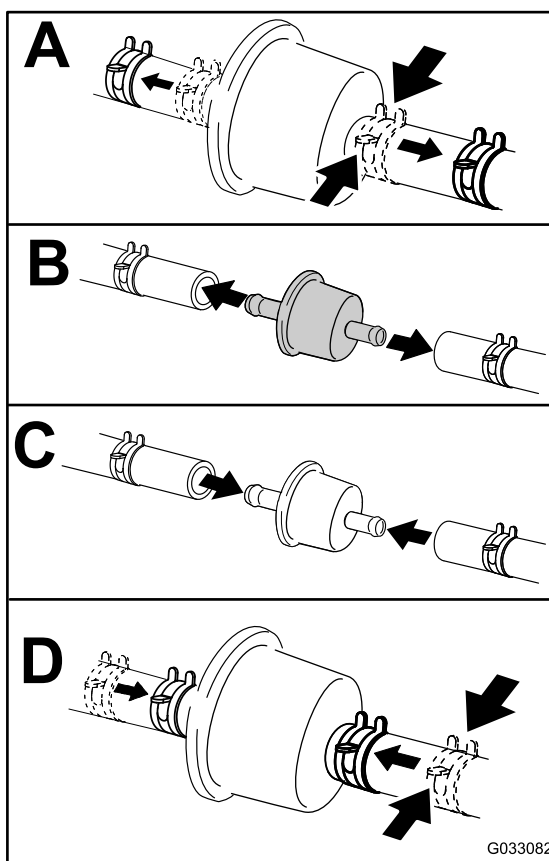

Рисунок 51
5. Замените топливный фильтр (Рисунок 51).